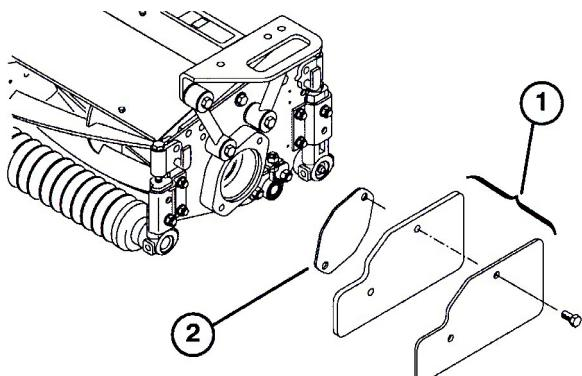
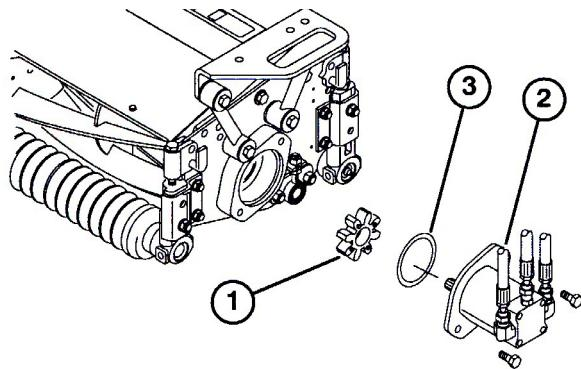

図 18
図 19
2. 右側カッティングユニットの内側端部からウェイトとガスケット（図18）を取り。ユニット外側のベアリング・ハウジングのプラグを抜いて、そこにウェイトとガスケット取り付ける。ベアリング・ハウジングからスパイダ・カップリング（図19）を取り出す。